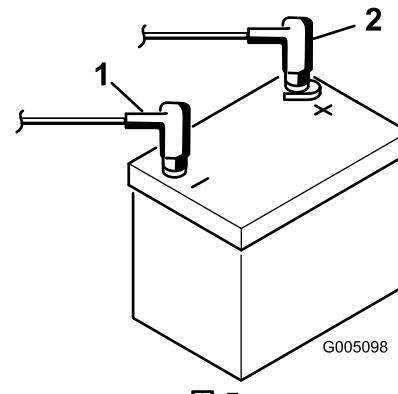

図 7
7. 最初に、赤い(+)ケーブルをバッテリーの(+)端子に、次に黒いケーブル(-)をバッテリーの(-)端子にはめ、ボルトとナットで固定する(図7)。ショート防止のために(+)端子にゴムキャップをかぶせる。